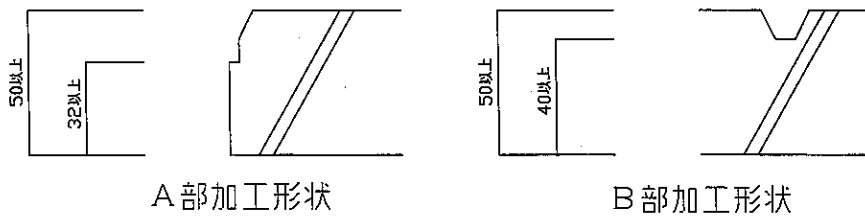

図3 構造説明図
被覆材	材料：ALCパネル (JIS A 5416) 配合：珪石 54±10質量% セメント 33±9質量% 生石灰 5±3質量% せっこう 7±3質量% 添加剤 (有機質分0.38質量%以下) 1質量%以下 表面の形状：①又は② (図3参照) ①平滑 ②溝加工 最低厚さ：40mm以上 (溝加工部)、32mm以上 (小口部) 溝部の容積欠損率：9.2%以下 密度：500±50kg/m 3 製品寸法：幅351.2～600mm、長さ1800～3000mm 配筋：鉄線 (JIS G3532) ①又は② ①：線径2.6～3.7mm、幅方向間隔100mm、長手方向間隔150mm 本数6本 (製品幅600mmあたり) ②：線径1.2mm、幅方向間隔25.5～27mm、長手方向間隔35～95mm 本数22本 (製品幅600mmあたり)
申請仕様の構造説明図を図1～図3に示す。